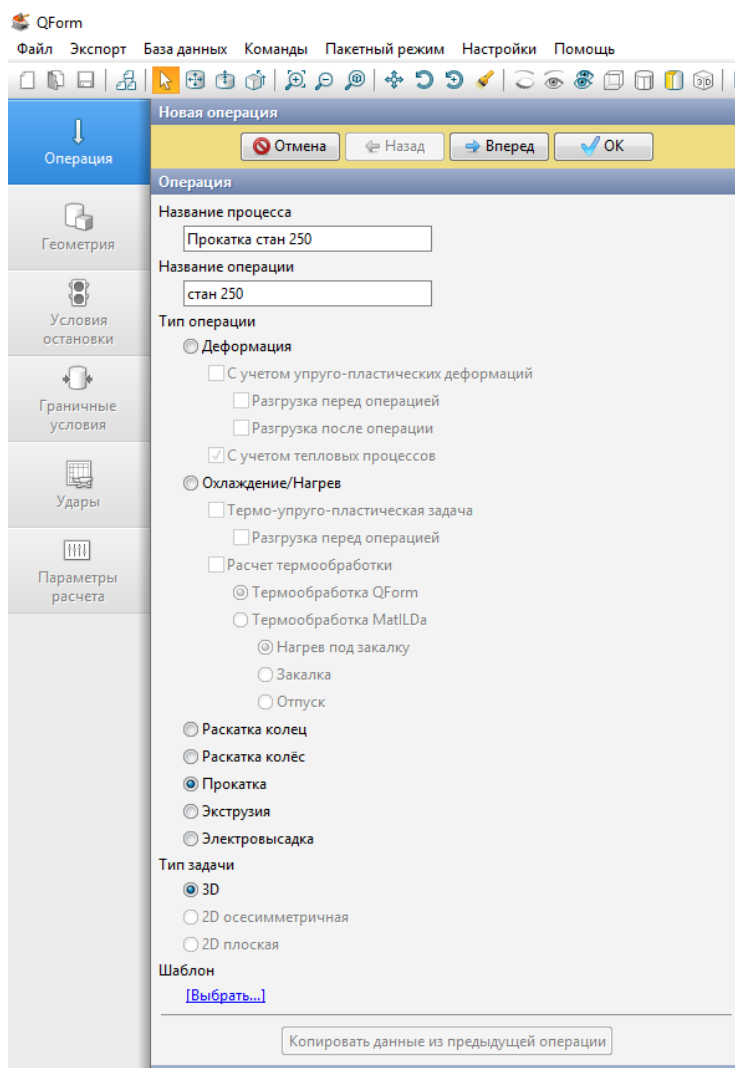

Рисунок 5.2 – Вкладка «Операция»
2. Во вкладці «Операция» обираємо *Тип операции – Прокатка*, *Тип задачи – 3D*. Назву процесу та назву операції можна обрати будь-яку, наприклад, «Прокатка стан 250» (рис. 5.2).